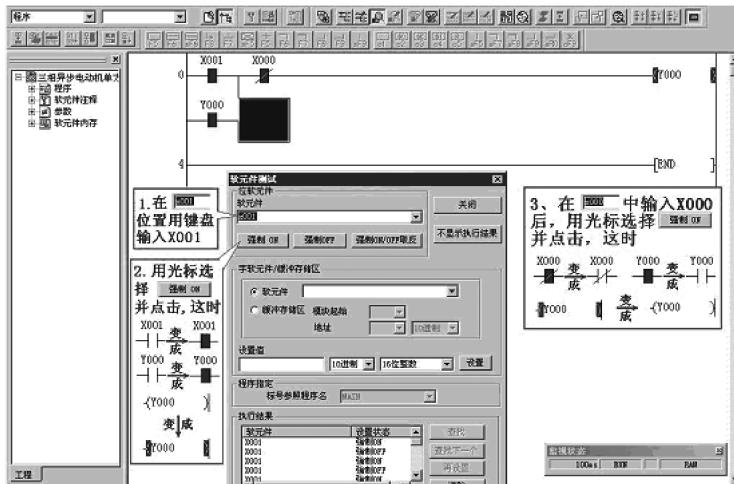

图 2-53 梯形图逻辑测试仿真操作画面
3) 按照如图 2-53 所示的梯形图逻辑测试的操作画面进行仿真操作, 并观察显示器中的梯形图中的软元件的通断电情况是否与任务控制要求相符。